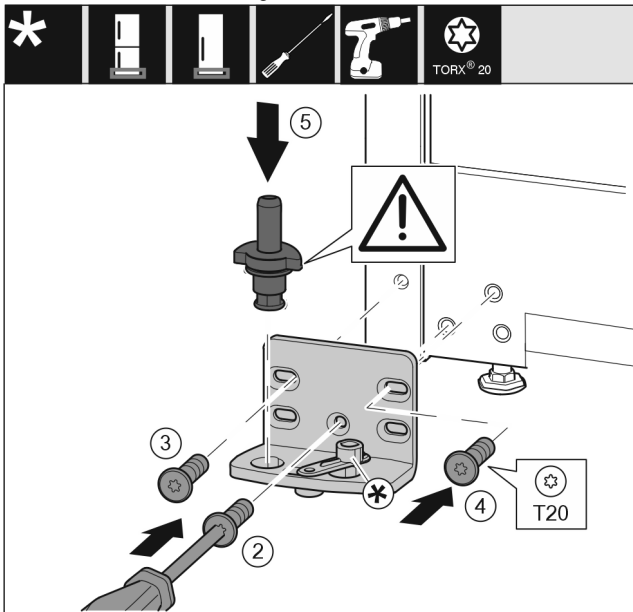

Fig. 14
- ▶ Helyezze fel a csapágybakot a másik oldalra, és húzza meg T20 csavarhúzóval. Alul közepén a 2 számmal jelölt csavarral kezdjen. Fig. 14 (2)
- ▶ Húzza meg a 3 és 4 számmal jelölt csavart. Fig. 14 (3,4)
- ▶ Helyezze be teljesen a csapszeget. Közben ügyeljen arra, hogy a bekattanó bütyök hátrafelé mutasson. Fig. 14 (5)